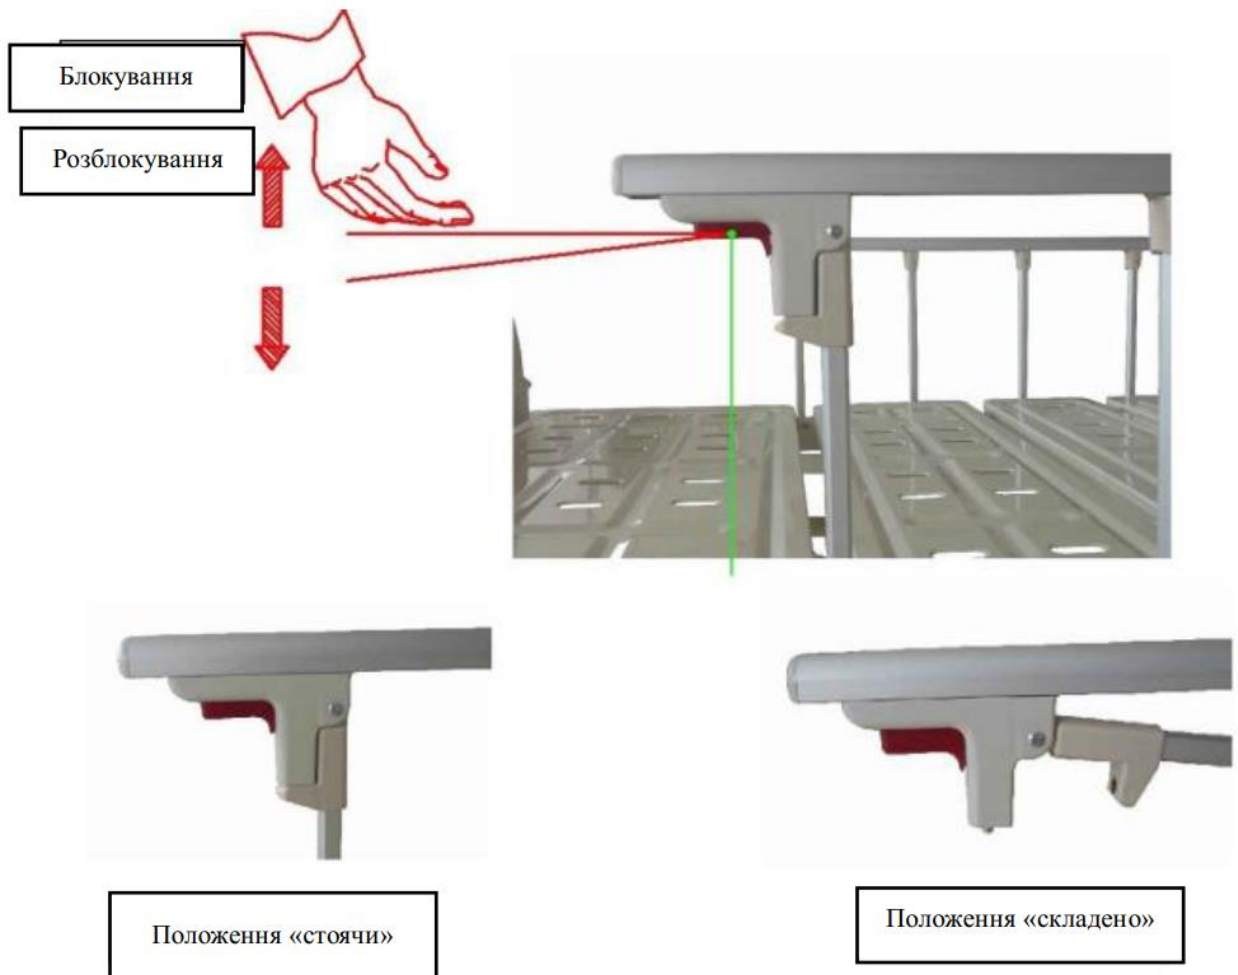

Рис. 5
- 1) Підйом: Тримайте рукоятку пістолетного типу (Рисунок 5) однією рукою та натисніть червону кнопку вказівним пальцем, одночасно піднімаючи поручень, коли ви почуєте різкий звук, це вказує на те, що кнопка рукоятки пістолетного типу була заблокована, це означає, що поручень встановлено з обох сторін ліжка безпечно і надійно.
- 2) Опускання: Тримайте рукоятку пістолетного типу (Рисунок 5) однією рукою та натисніть червону кнопку вказівним пальцем, одночасно опускаючи поручень.